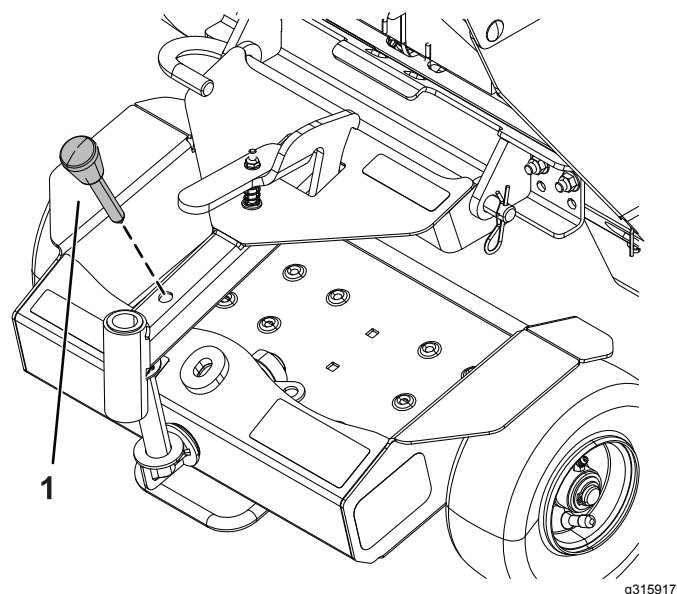

Figure 6
4. Faites pivoter la plate-forme et fixez-la en position avec la goupille de transport (Figure 6).
5. Saisissez la poignée et levez le sulky jusqu'à ce qu'il se verrouille sur le support (Figure 6).